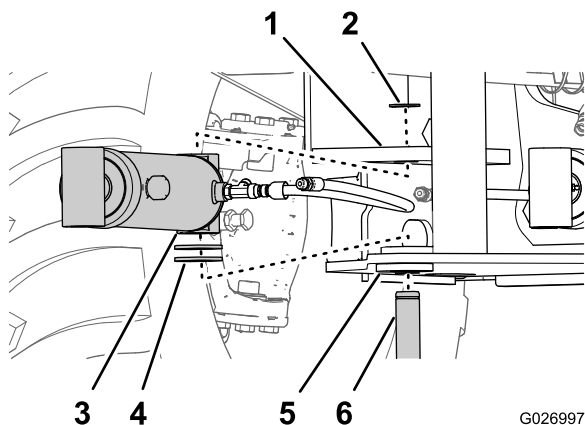

Figure 14
4. Déposez le vérin et alignez la ou les rondelle(s) que vous avez choisie(s) à l'opération 3 au sommet de la bague dans le cadre de support (Figure 14).
6. Alignez la chape à l'extrémité fixe du vérin de pivotement entre la bague/les rondelles et la patte de fixation (Figure 14).
7. Alignez les trous de la patte de montage, la chape, la ou les rondelle(s) et la bague (Figure 14).
8. Fixez le vérin au cadre de support à l'aide d'un axe (1-1/4 x 7-5/8 po) que vous avez préparé à l'opération 1, et placez un circlip (1-1/8 po) dans l'autre rainure de l'axe (Figure 14).